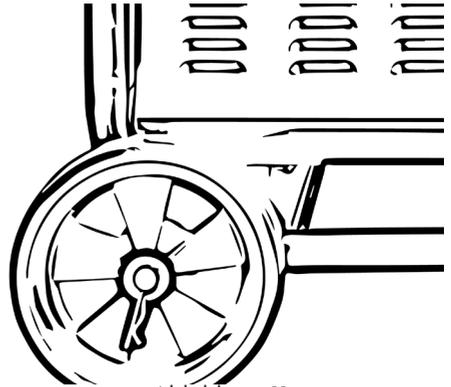

Abbildung 11
- Fixieren Sie die gesamte Einheit mit einem Sicherungssplint, siehe Abb.11.